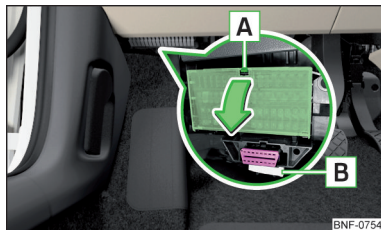

Fig. 165
Os fusíveis encontram-se por baixo do volante no lado de baixo do painel de bordo » Fig. 165.
- Pressionar a aba de segurança **A** » Fig. 165.